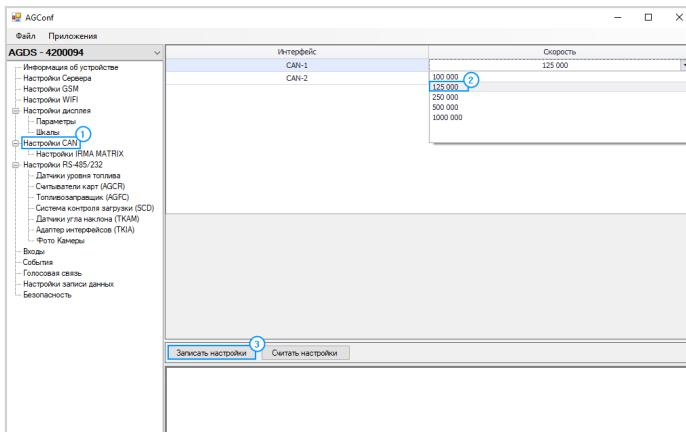

Рис.126. Настройка интерфейса шины CAN
- перейти в раздел **«Настройки CAN»** и выбрать для шины **«CAN-1»** **«Скорость» - 125 000** (Рис.126).